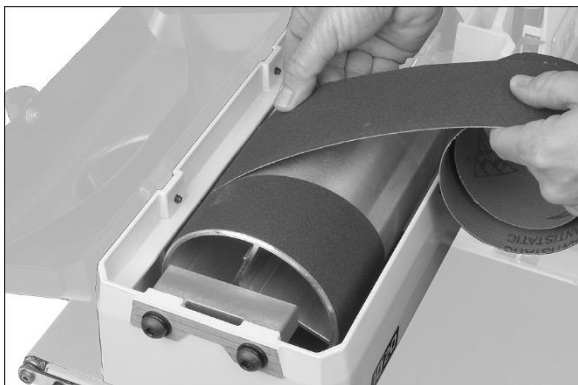

Рисунок 5-5
5. Продолжайте наматывать ленту по спирали, одной рукой вращая барабан, а другой направляя ленту. См. рисунок 5-5.